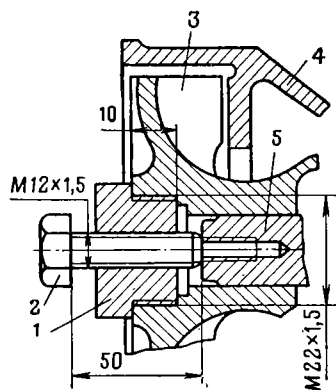

Рис. 39. Установка съемника для спрессовки крыльчатки водяного насоса:
3. Ввернуть гайку 1 (рис. 39) съемника в ступицу крыльчатки 3 и, вращая винт 2 съемника, спрессовать крыльчатку с валика 5 водяного насоса. Вывернуть гайку съемника из ступицы крыльчатки.